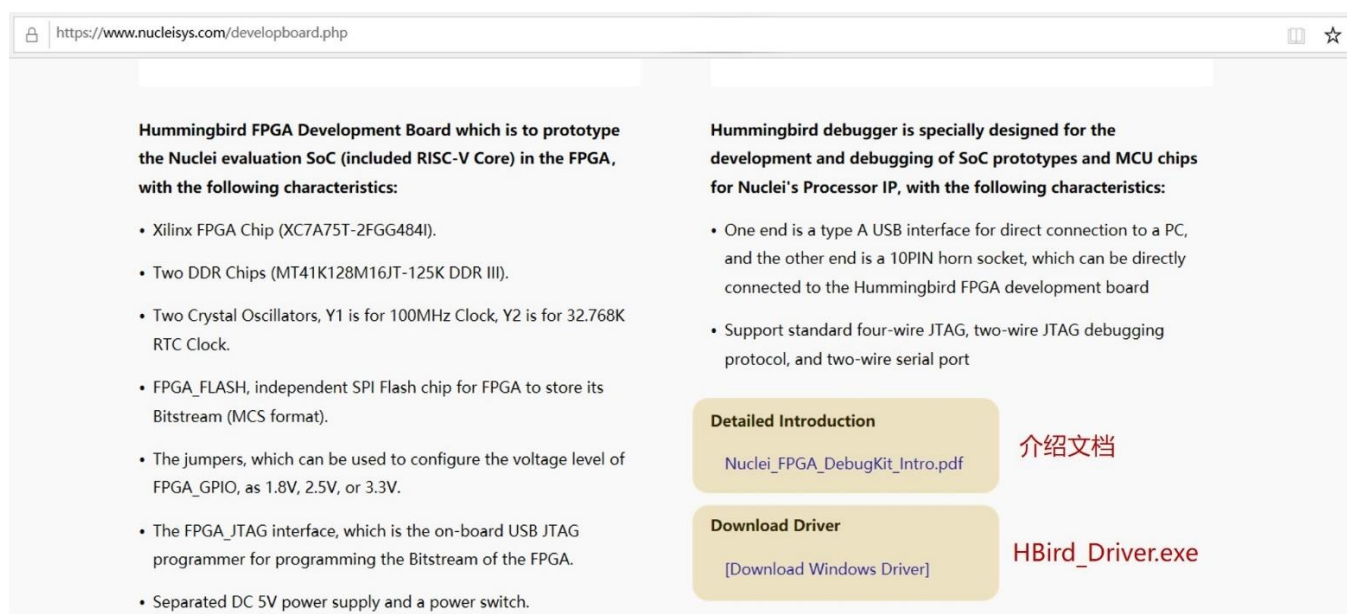

图 4-5 调试器 Windows 驱动下载及文档获取
- ① 如果第一次使用 RV-STAR 开发板，为了使 PC 的 Windows 系统能识别到 RV-STAR 板载调试器（同蜂鸟调试器），需要安装驱动 HBird-Driver.exe，双击即可完成此驱动的安装。Linux 系统环境下的驱动安装请参考《Nuclei_FPGA_DebuggerKit_Intro》文档。驱动下载和文档获取请访问（<https://www.nucleisys.com/developboard.php>），如图 4-5 标识处。
- ② 由于板载调试器还包含了“将 MCU 的 UART 转换成 USB 输出”功能，因此将 RV-STAR 开发板与 PC 连接后，将被主机识别成一个 COM 串口，可通过 PC 的设备管理器查看该串口端口号。